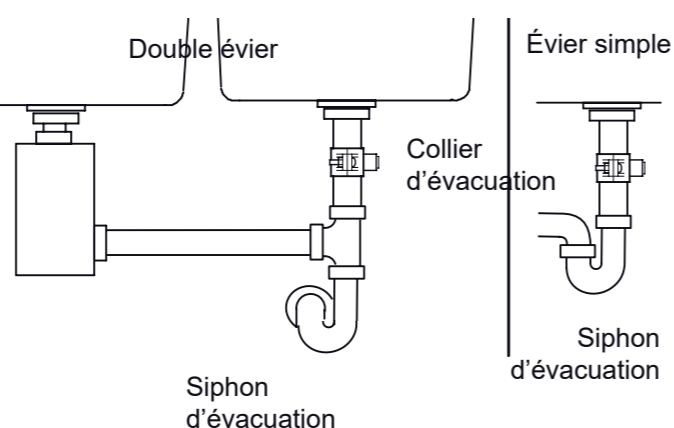

FIG. 6
- **Installer le collier d'évacuation fourni avec votre appareil** (cf Fig. 6 & 7). Celui-ci est à installer dans le cas d'une installation sous évier. Le collier d'évacuation est installé sur le tuyau d'évacuation du robinet au-dessus du siphon. Cf Fig. 6.
Le collier d'évacuation fourni avec l'osmoseur AEG est conçu pour s'adapter à un tuyau d'évacuation de 3.8 cm de diamètre. Dans les étapes qui suivent, vous allez installer le collier d'évacuation au dessus (en amont) du siphon d'évacuation Cf Fig. 6. Assurez-vous de respecter les exigences locales en matière de plomberie.